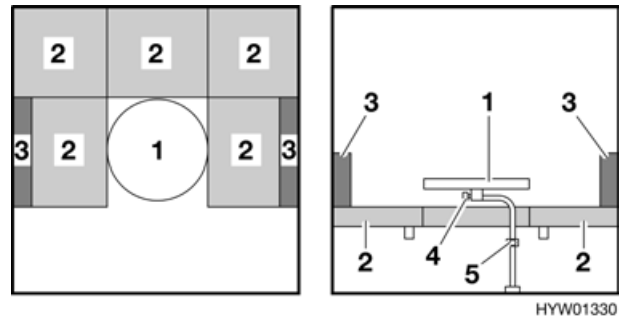

Bild 55 Vor dem Umbau
- Befestigungsschraube an der Tischplatte (Bild 55,4) lösen, Tisch abheben und beiseite stellen.
- Befestigungsschraube für Tischfuß (Bild 55,5) lösen, Tischfuß nach oben aus der Halterung herausziehen und beiseite stellen.